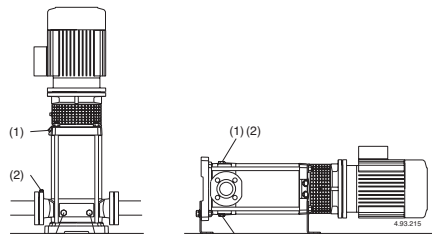

Fig. 4 (1) Fyllning samt luftskrav
Om den sugande funktionen upphör (tryckmanometern svänger eller om trycket minskar/ökar) se till att alla röranlutningar på sugsidan är täta, repetera avluftningen på sugsidan (2), se till att avluftningsskruven (2) samt dräneringspluggen (3) är täta på sugsidan (**fig. 4**).
För att förlänga livslängden skall pumpen som vid pumpning av förorenade vätskor köras med en ren vätska efteråt för att avlägsna partiklar eller, efter dränering genomförs rengöring genom att rent vatten (minst 40 liter) hälls in genom fyllnadspluggen (1) på trycksidan tills det kommer ut genom dräneringshållet (3) på sugsidan (fig. 4).
Före demontering, koppla bort strömkabeln från terminalboxen. Stäng ventilerna på sug och trycksidan och töm pumphuset (fig.4).